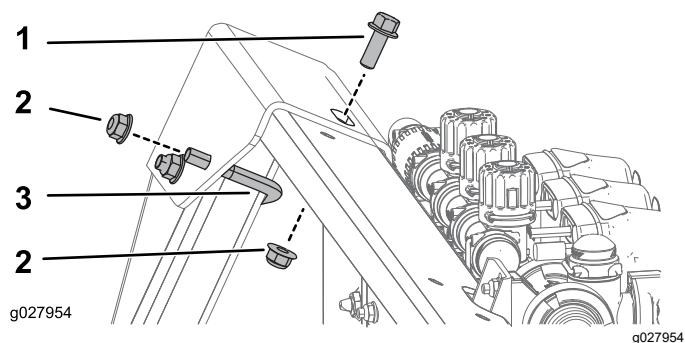

Figura 10
2. Prenda a parte posterior do suporte superior utilizando uma cavilha em U, 1 parafuso (3/8-16 x 1 pol.) e 3 porcas flangeadas (3/8-16 pol.) como se mostra na Figura 10.